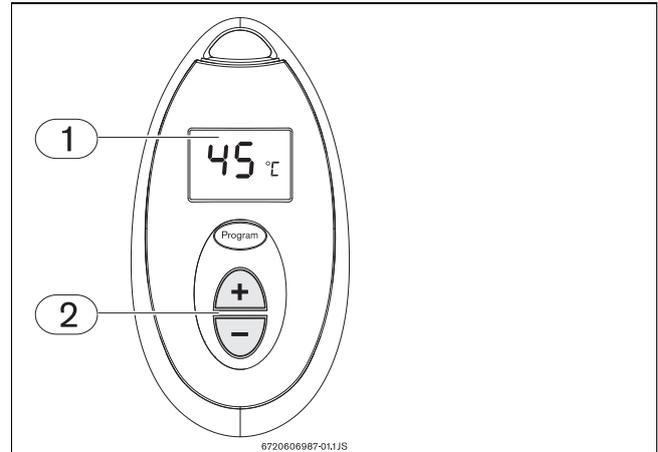

Fig. 22 Regulación de la temperatura
- ▶ Presione las teclas  o  del mando a distancia (Fig. 22, pos. 2) hasta que figure la temperatura deseada en la pantalla del mando a distancia (Fig. 22, pos. 1).